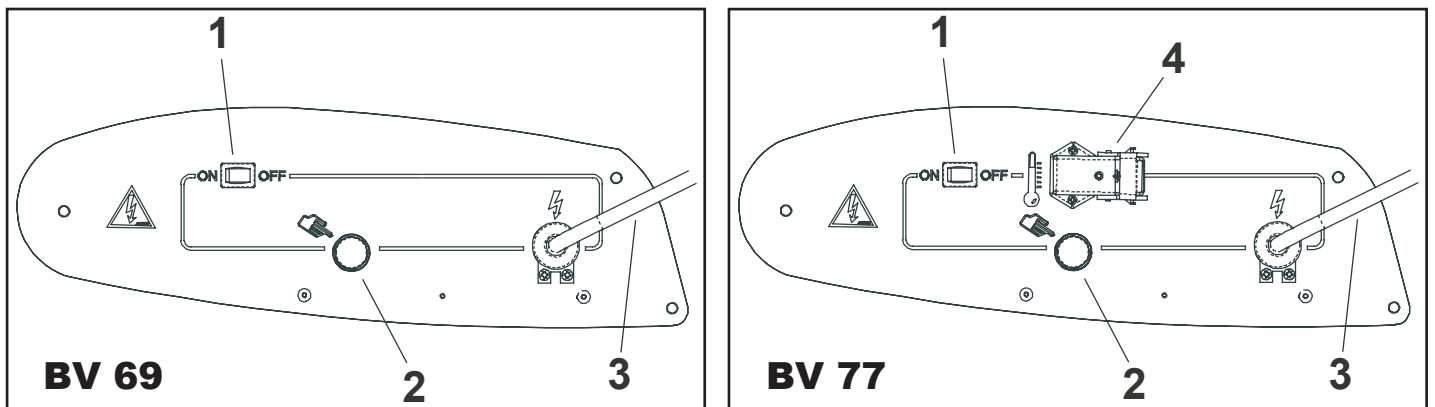

Figure 2 (A - B)
- mettre l'interrupteur 1 (Fig.2) dans la position rapportant le symbole :ON le ventilateur se met en marche et, après quelques secondes, la combustion commence.
Lors de la première mise en service ou après la vidange complète du circuit du gasoil, le flux de gasoil en direction de la buse peut s'avérer insuffisant et causer l'intervention de l'appareillage de contrôle de flamme qui arrête le générateur ; dans ce cas, après avoir attendu environ une minute, appuyer sur le bouton-poussoir de réarmement 2 (Fig.2) et remettre l'appareil en marche.
2. Appuyer sur le bouton-poussoir de réarmement 2 (Fig.2);
Pour arrêter l'appareil, il est nécessaire de mettre l'interrupteur 1 (Fig.2) sur "OFF" . La flamme s'éteint et le ventilateur continue de fonctionner jusqu'à ce que la chambre de combustion soit entièrement refroidie.
Le générateur est équipé d'un appareillage électronique de contrôle de la flamme. En cas de présence d'une ou plusieurs anomalies de fonctionnement, cet appareillage provoque l'arrêt de la machine et l'allumage du témoin du bouton-poussoir de réarmement 2 (Fig. 2).
- zet de schakelaar 1 (Fig. 2) in de stand met het symbool: ON de ventilatorslaat aan en na enkele seconden wordt de verbranding gestart.
Bij de eerste ingebruikname of nadat alle olie uit het circuit is verwijderd, is de oliestroom uit de straalpijp mogelijk onvoldoende, zodat de vlamregelaar van het toestel ervoor zorgt dat de generator wordt uitgeschakeld; in dat geval wacht u ongeveer een minuut en drukt u vervolgens op de opstartknop 2 (Fig. 2) om het toestel opnieuw op te starten. Als het toestel niet correct werkt gaat u in eerste instantie als volgt tewerk:
2. Druk op de opstartknop 2 (Fig. 2);
Om het toestel uit te schakelen dient u schakelaar 1 (Fig. 2) in de stand "OFF". De vlam gaat uit en de ventilator blijft werken tot de verbrandingskamer volledig is afgekoeld.
De generator is voorzien van een elektronisch instrument ter besturing van de vlam. Als er zich afwijkingen in de werking voordoen zorgt dit instrument ervoor dat het toestel wordt uitgeschakeld en de opstartknop 2 (Fig. 2) wordt geactiveerd. Er wordt een oververhittingsthermostaat geactiveerd die ervoor zorgt dat de olietoevoer wordt onderbroken als de generator oververhit raakt: de thermostaat wordt automatisch opnieuw ingesteld zodra de temperatuur van de verbrandingskamer tot onder het toegestane maximum is gedaald.